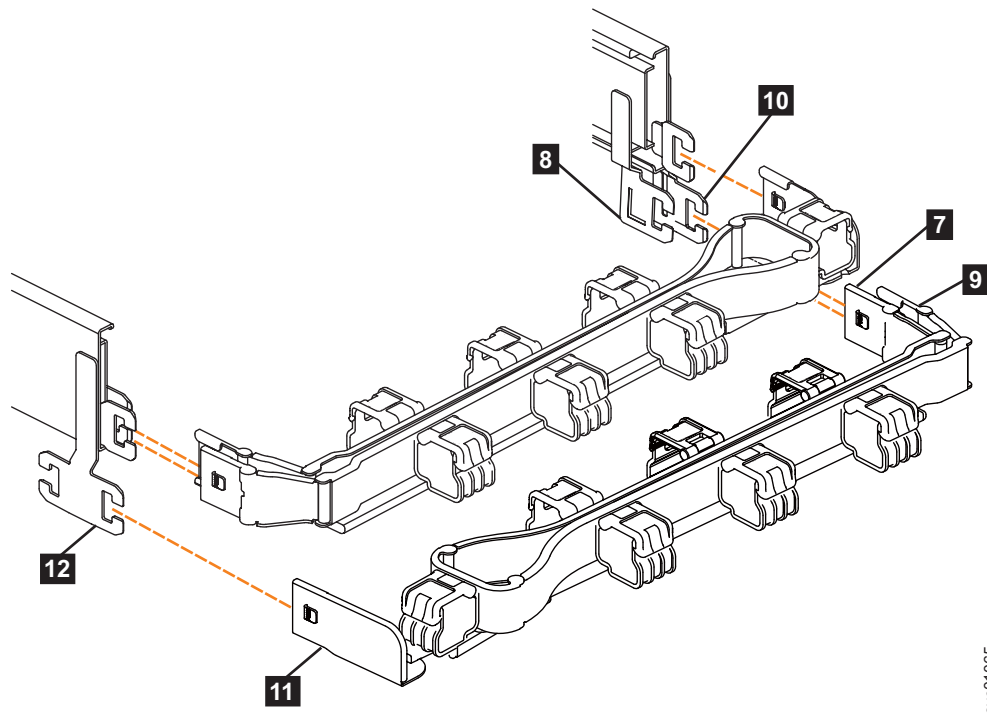

Figure 77. Comparaison de l'emplacement des composants des éléments du bras de routage des câbles
Remarque : La procédure de fixation de l'élément inférieur du bras de routage des câbles est identique à la procédure de fixation de l'élément supérieur. Cependant, les emplacements des connecteurs sont inversés. A titre de comparaison, la figure 77, à la page 81 représente les éléments supérieur et inférieur du bras de routage des câbles alignés sur les glissières de support. Le connecteur de la
5. Installez le connecteur interne de l'élément inférieur du bras de routage des câbles (**7**) sur l'élément interne de la glissière de support droite (**8**), comme illustré dans la figure 77).
6. Installez le connecteur externe de l'élément inférieur du bras de routage des câbles (**9**) sur l'élément externe de la glissière de support droite **10**, comme illustré dans la figure 77.
7. Fixez le connecteur de la glissière de support sur le bras de routage des câbles inférieur (**11**) au connecteur sur la glissière de support gauche (**12**), comme illustré dans la figure 77. Vérifiez que l'élément inférieur du bras de routage des câbles est bien fixé aux crochets situés à l'extrémité des glissières de support.